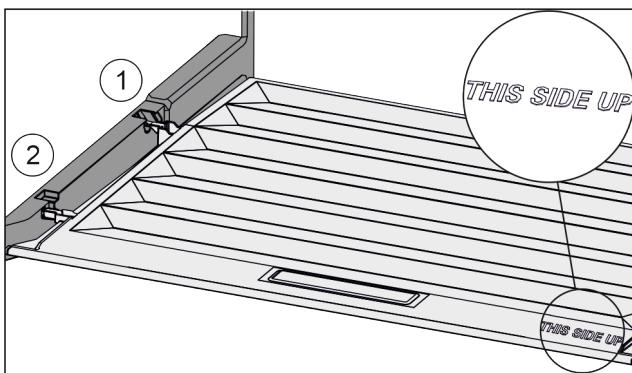

Fig. 116
- Вставить поперечні ребра через отвір заднього тримача Fig. 116 (1) і зафіксувати спереду у тримачі Fig. 116 (2).